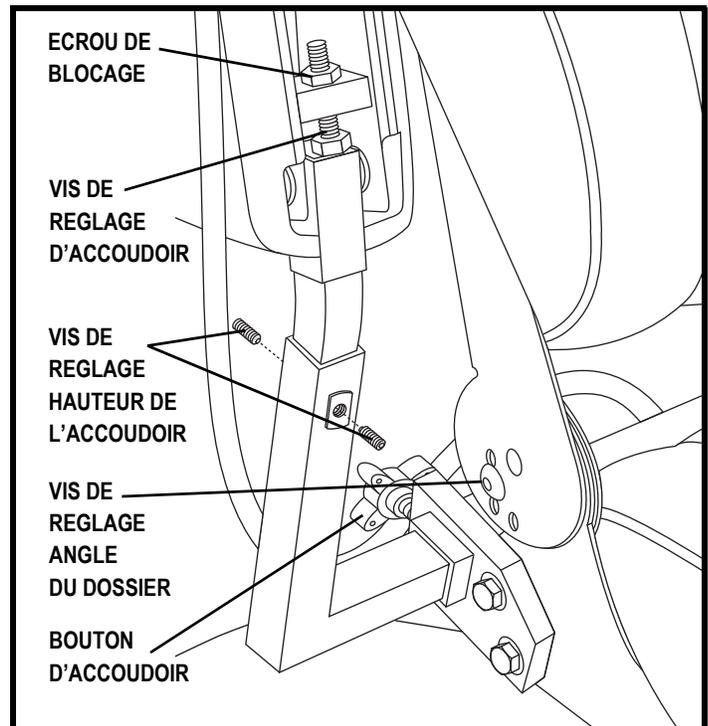

Figure 17. Réglage des accoudoirs du siège moulé
1. Retirez la vis de réglage de l'inclinaison du dossier de chaque charnière. **Voir la figure 17.**
1. Repérez les deux boutons de réglages sur le support des accoudoirs. **Voir la figure 17.**
1. Relevez l'accoudoir perpendiculaire au plancher. **Voir la figure 17.**